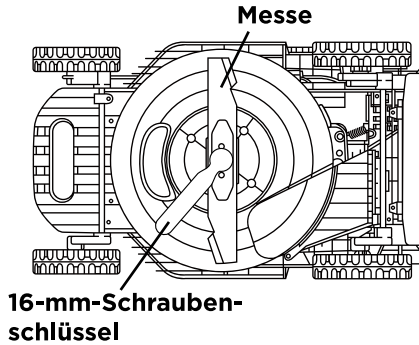

Abb. 10
- d. Lösen Sie unter Nutzung eines 16-mm-Schraubenschlüssels (nicht im Lieferumfang enthalten) die Mutter, mit der das Messer befestigt ist, indem Sie die Mutter gegen den Uhrzeigersinn drehen, und nehmen Sie das Messer dann vorsichtig ab (Abb. 10 und 11).